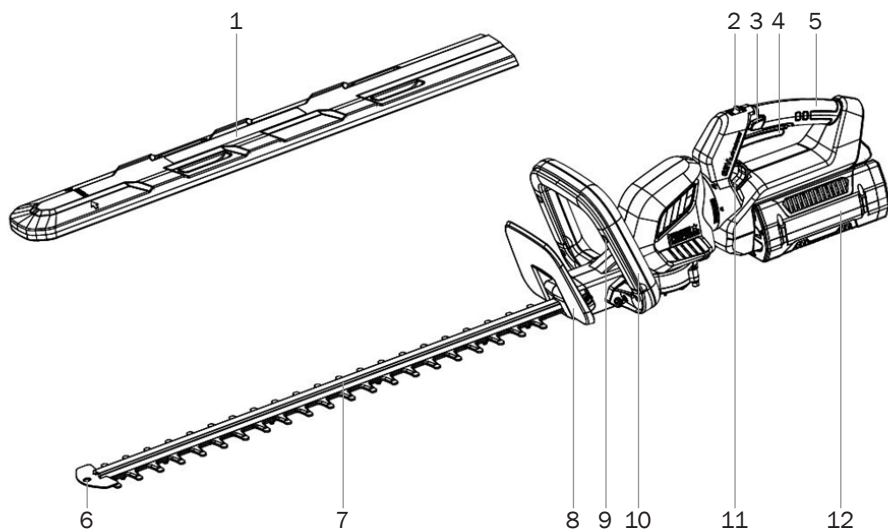
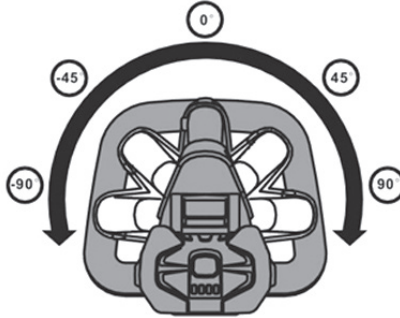

Рис. 1
Рис. 5
2. Нажмите и удерживайте кнопку блокировки поз. 3 рис. 1, затем нажмите одновременно кнопку ON/OFF поз. 9 рис. 1, и клавишу включения поз. 4 рис. 1, чтобы запустить кусторез (Рис. 5).
3. Используйте регулятор скорости поз. 2 рис. 1, чтобы подобрать правильную скорость для работы (Рис. 5).
Ручка вашего кустореза вращается вокруг своей оси, обеспечивая большее удобство и максимальный комфорт при использовании. Для поворота просто зажмите рукоятку и поверните её поз. 11 рис. 1. Когда рукоятка зафиксируется в желаемом положении, отпустите ручку. Всего доступно пять фиксирующих положений, показанных на рис. 5.
Когда работа завершена, вы можете легко выключить свой аккумуляторный кусторез. Просто переместите кусторез в сторону от зоны обрезки и отпустите кнопку ON/OFF поз. 9 рис. 1, и клавишу включения поз. 4 рис. 1.